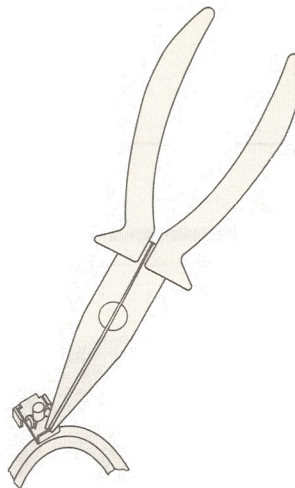

Bild 3
- Je 4 Befestigungsklammern 19 mit Zange (Bild 3) entfernen.